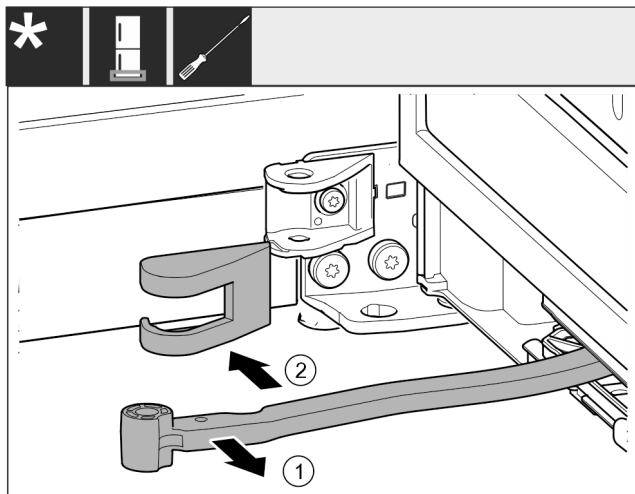

Fig. 16
- ▶ Drei leddet i retning døren. Fig. 16 (1)
- ▶ Fjern lagerbukkdekslet. Fig. 16 (2)